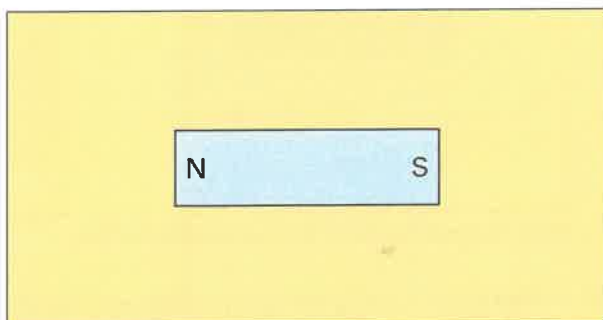

Bild 1: Stabmagnet
- Zeichnen Sie im **Bild 1** den Verlauf von vier magnetischen Feldlinien außerhalb und innerhalb des Stabmagneten.